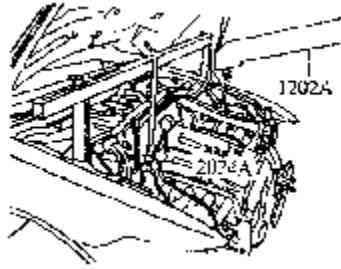

图 2-18 用吊架提升发动机
(17) 用发动机吊架 2024A 吊住发动机，再用车间装配吊架 1202A 小心提升发动机，如图 2-18 所示。注意吊钩和吊架杆必须用锁止销固定，驱动皮带轮侧带孔吊架臂上位置 1（发动机吊架臂上 1...4 标记指向皮带轮侧）对准吊钩第 4 个孔（吊钩上的孔从下向上数起）并插入销钉；飞轮侧带孔吊架臂上位置 8 对准吊钩第 3 个孔插入销钉。